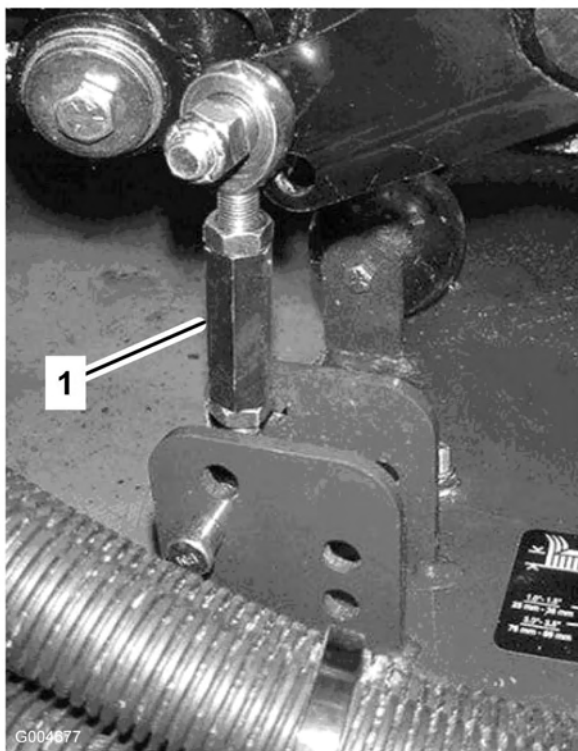
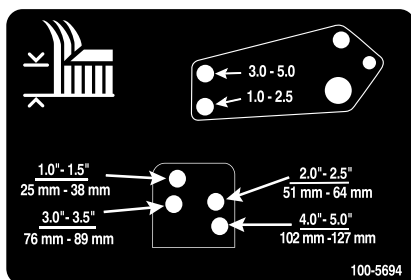

Bild 22
Bild 23
- Entfernen Sie die Splints und Lastösenbolzen, mit denen die Stoßdämpferverbindungen an den Mähwerkbügeln befestigt sind (Bild 22). Fluchten Sie die Stoßdämpferverbindungs Löcher mit den ausgewählten Löchern im Schnitthöheneinstellbügel am Mähwerkrahmen ab (Bild 23), stecken die Lastösenbolzen ein und bringen die Splinte an.